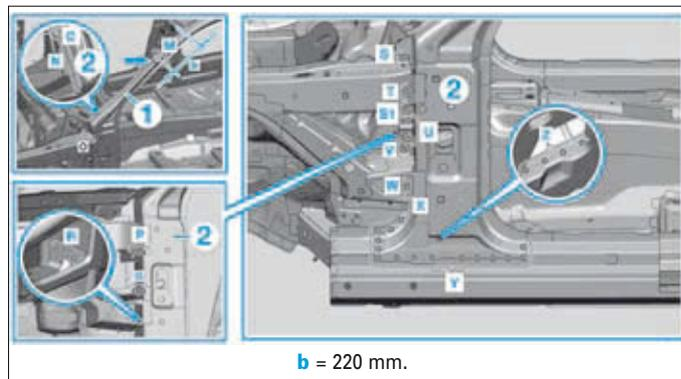

FIG. 52
- Tracer puis découper sur le renfort du montant A (2) dans les zones (M, N et O) (Fig.52).